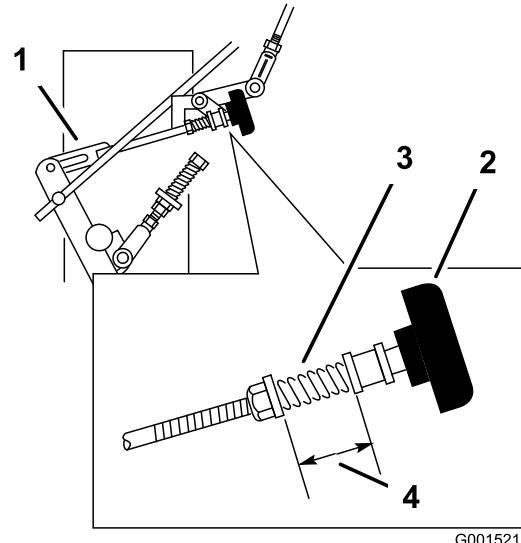

Figure 41
3. Réglez la timonerie droite en tournant le bouton Quick-Track dans le sens anti-horaire jusqu'à ce que la roue commence à tourner en avant (Figure 41).
4. Tournez le bouton dans le sens horaire 1/4 de tour à la fois. Déplacez ensuite le levier de commande de vitesse en avant et ramenez-le au point mort. Répétez cette opération jusqu'à ce que la roue droite arrête de tourner en avant (Figure 41).
6. Le ressort qui maintient la tension sur le bouton n'a normalement pas besoin d'être réglé. Toutefois, si un réglage est nécessaire, réglez la longueur du ressort à 26 mm (1 po) entre les rondelles (Figure 41).
7. Pour régler la longueur du ressort, tournez l'écrou à l'avant du ressort (Figure 41).